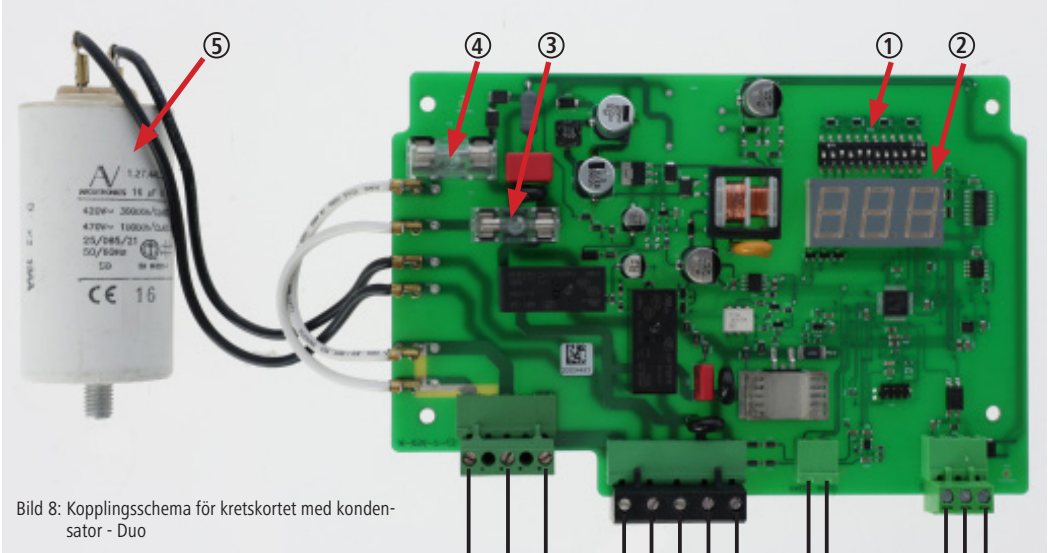

Bild 8: Kopplingsschema för kretskortet med kondensator - Duo
Cykeltiden är fabriksinställd på 60 sekunder. Vid behov kan den justeras med hjälp av Dip-Switch-elementet på kretskortet (bild 8 – pos. 1) till ett värde mellan 10 och 300 sekunder. Cykeltiden får endast ställas om på nytt efter kontakt med MS Schippers Service. Standardinställningen och därmed den optimala inställningen för kreatursborsten Duo är T3.
Säkring 6, 3 A (bild 8 – pos. 3+4) på kretskortet har bränts eller hamnat ur position.	• Koppla från styrsystemet från strömförsörjningen och säkra den mot att slås på igen. • Kontrollera att säkringarna sitter ordentligt. Byt ut defekta säkringar. (Bild 8 – pos. 3+4) • Om fortfarande inget visas på displayen vid omstart efter utbytta säkringar är moderkortet defekt.